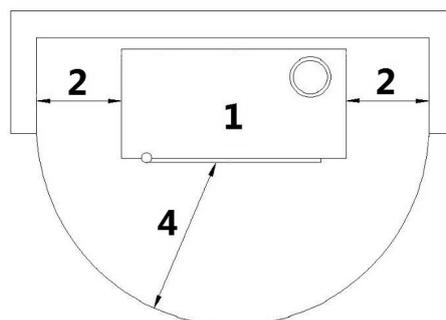

Fig. 23 - Wandinstallation
LEGENDE Fig. 23
- Der Ofen darf nicht nahe an Wänden und / oder Möbeln installiert werden, auf jeder Seite und auf der Rückseite muss mindestens eine Luftzirkulation von 300 mm gegeben sein, um eine effiziente Kühlung und eine gute Wärmeverteilung in der Umgebung zu ermöglichen (siehe **Fig. 23**).